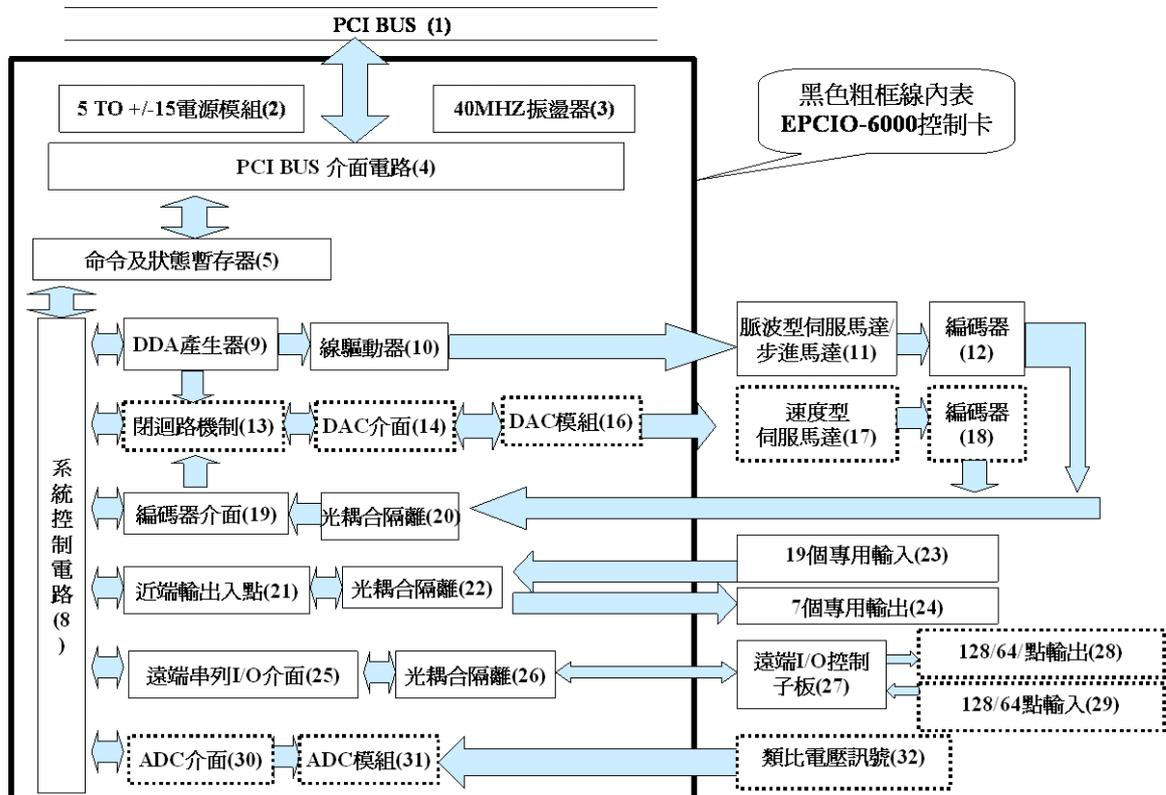

Fig.1-2
說明：Fig 1-2 虛線說明：
參考系統方塊圖 Fig1-2，PC 端藉由驅動程式或 MCCL 下達定位指令，並經由 **PCI BUS(1)** 傳至 EPCIO-6000/6005 卡上之 **PCI BUS 介面電路(4)**，此時經由 **命令及狀態暫存器(5)** 及 **系統控制電路(8)** 解譯指令並驅動內部之 **DDA 產生器(9)** 均勻送出脈波(PULSE)(可選擇為 A/B PHASE、CW/CCW、及 PULSE/DIRECTION 等三種格式)，脈波再經由 **線驅動器(10)**(MC3487)以 DIFFERENTIAL 訊號型式送至外界馬達驅動器以驅動 **脈波介面伺服馬達/步進馬達(11)**，如有需要時馬達 **編碼器(12)** 訊號亦可經由 **光耦合隔離(20)** 進入 **編碼器介面(19)**，再經由 **系統控制電路(8)** 放至 **命令及狀態暫存器(5)**，供 CPU 讀取。
參考系統方塊圖 Fig.1-2，PC 端藉由驅動程式下達指令，並經由 PCI BUS 傳至 EPCIO-6000/6005，EPCIO ASIC 此時解譯指令並驅動內部之 DDA 產生器(9) 均勻送出脈波，脈波再送至閉迴路機制(13)，於此同時回授馬達編碼器(18)之訊號(DIFFERENTIAL DRIVE 型式)經由連接頭進入 EPCIO-6000/6005，經由光耦合隔離(20)接收及訊號隔離，進入編碼器介面(19)進行訊號處理(含濾波)，再送入閉迴路機制(13)進行計算。閉迴路機制(13)於是根據 DDA 送來的脈波數量及由編碼器回授之脈波數量來作 P 法測回授控制，並將處理之結果經由 DAC 介面(14)(D/A→數位轉類比)去驅動 DAC 模組(16)(含 AD1866R 及 TL074 放大級)來產生 -10V 至 +10V 之電壓輸出訊號(速度命令)，最後再經由連接頭去驅動速度介面伺服馬達(17)。
參考系統方塊圖 Fig.1-2，PC 端藉由驅動程式下指令，並經由 PCI BUS 至 EPCIO-6000/6005 上之 ASIC，此 ASIC 便根據指令對近端輸出入點(21)讀取資料或寫入資料，其中輸出點經由光耦合隔離(22)並放大驅動能力後與外界連接而輸入點也是經過光耦合隔離(22)後進入至近端輸出入點(21)。
參考系統方塊圖 Fig.1-2，EPCIO-6000/6005 使用機械所專利的遠端省配線 IO 設計，使用串列通訊方式透過遠端串列 I/O 介面(25)及光耦合隔離(26)與遠端 I/O 控制子板(27)串接，最大可擴充至 128 點輸出(28)及 128 點輸入(29)。
參考系統方塊圖 Fig.1-2，可將 8 組類比電壓訊號(32)(選擇-5V 至 5V 或 0~10V 範圍)接至 ADC 模組(31)，EPCIO-6000 再藉由 ADC 介面(30)讀取輸入電壓值(12BITS 解析度)。
參考系統方塊圖 Fig.1-2，EPCIO-6000 藉由系統控制電路(8)直接下命令至 DAC 介面(14)再藉由 DAC 模組(16)轉換成類比電壓命令輸出，控制板在出廠時的電壓偏移量會調整至接近 0 伏特，當使用者單獨使用 D/A 轉換器功能時，並不需要調整電壓偏移量。